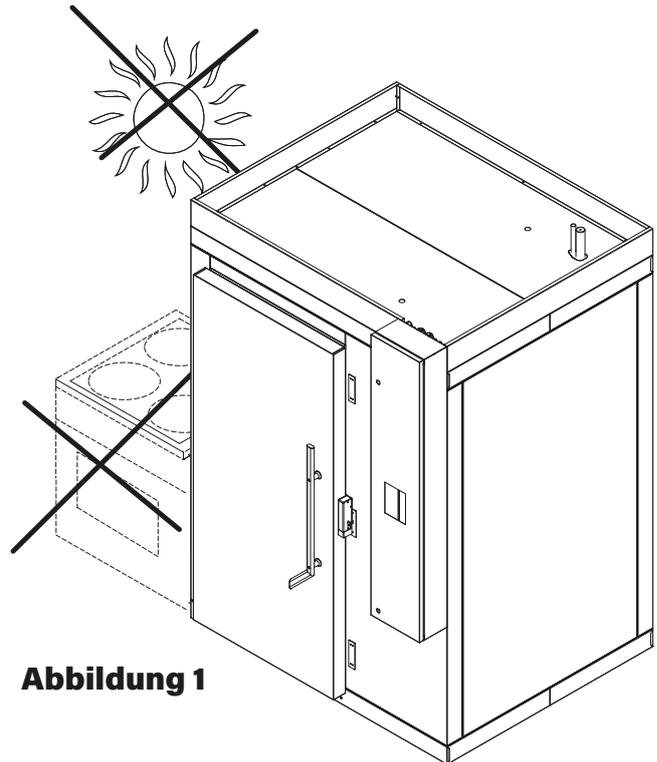

Abbildung 1
- Positionieren Sie die Strahlkühler nicht unter direkter Sonneneinstrahlung und anderen Strahlungsarten wie z.B. Kochöfen usw. (Abbildung 1).